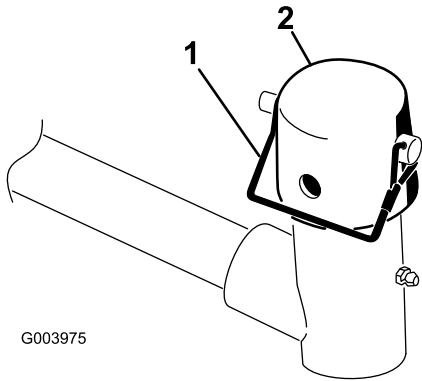

Figura 9
2. Retire o pino de encaixe e tampa da forquilha da articulação do braço de elevação (Figura 9).
Nota: Utilize a ranhura se pretender direcionar a unidade de corte ou utilize o orifício se pretender bloquear a unidade de corte na posição (Figura 9).